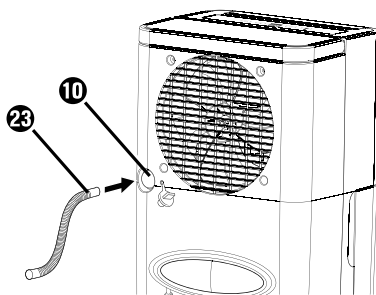

Fig. 4
- ◆ Retirez le bouchon ⑨ de l'orifice de sortie d'eau ⑩.
- ◆ Enfoncez soit le flexible ⑳ fourni soit l'adaptateur pour tuyau d'arrosage UE ②④ sur l'orifice de sortie d'eau ⑩ (voir les figures 4 et 5).